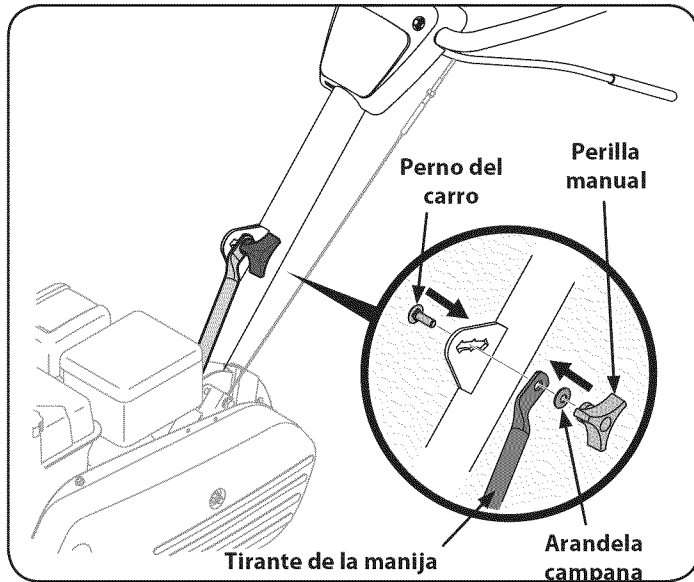

Figura 4
4. Asegure el perno después de ajustar la traba de la manija. Vea la Figura 4.
6. Inserte el perno de carro a través del soporte soldado de la manija, la arandela campana, la traba de la manija, y dentro de la perilla de mano. Vea la Figura 4.
7. Seleccione una de las tres posiciones para la altura de la manija (tres muescas en la ménsula soldada de la manija), y ajuste la perilla de mano para fijar la manija en la posición deseada. Vea la figura 4. Regrese a la manija inferior y ajuste el perno hexagonal firmemente.